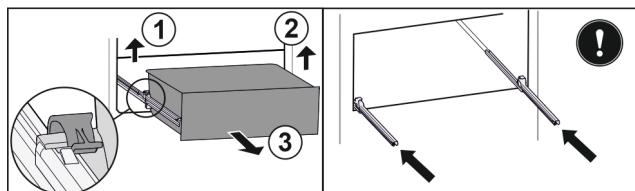

Fig. 149
- ▶ Soulever la bride gauche et tirer dans le même temps la partie gauche du tiroir vers l'avant. Fig. 149 (1)
- ▶ Soulever la bride droite et tirer dans le même temps la partie droite du tiroir vers l'avant. Fig. 149 (2)
- ▶ Retirer le tiroir par l'avant. Fig. 149 (3)